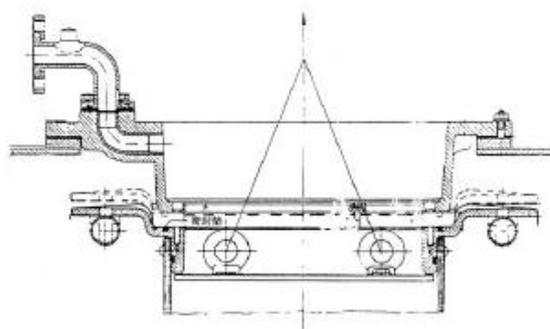

图16
4. 将水平吊板放到开关支撑法兰下（图16）。向上轻轻吊起分接开关以便油室的螺栓（9个M8螺栓及垫圈）都能拧入。均匀拧紧这些螺栓